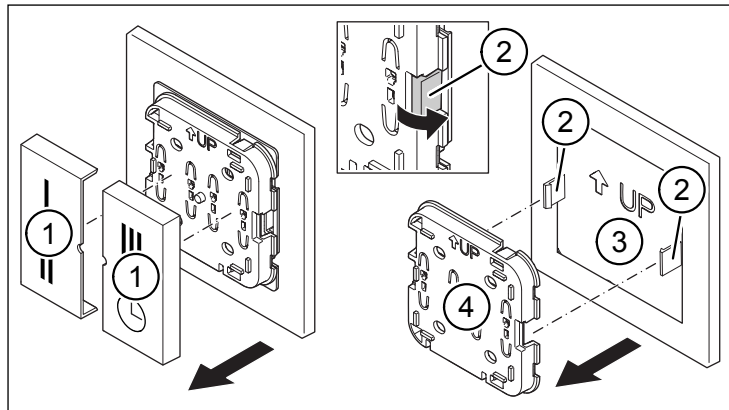

Abb. 2: Taster und Elektronikereinheit abziehen
- ▶ Ziehen Sie die beiden Taster (Pos. 1 in Abb. 2) ab.
- ▶ Drücken Sie die beiden Rasthaken (Pos. 2 in Abb. 2) nach außen und nehmen Sie die Elektronikereinheit (Pos. 4 in Abb. 2) von der Montageplatte (Pos. 3 in Abb. 2) ab.
- ▶ Ziehen Sie die beiden Taster (Pos. 1 in Abb. 2) vom Funktaster ab.